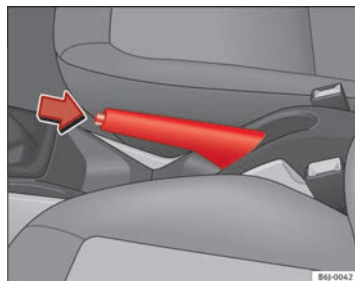

Fig. 122 Il freno a mano, ubicato tra i due sedili anteriori
⇒ fig. 122.
- Tenendo premuto (nella direzione indicata dalla freccia ⇒ fig. 122) il tasto di sblocco, spostare prima la leva leggermente verso l'alto e poi abbassarla del tutto ⇒